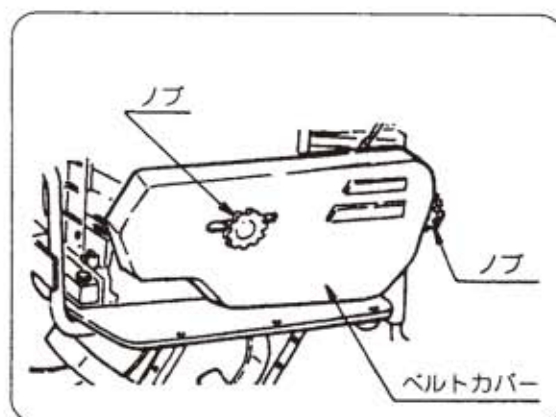

図42
- ベルトカバーのノブを緩め、ベルトカバーを取外します。(図42)